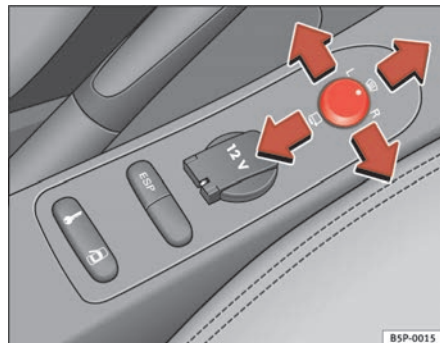

Fig. 91 Regolazione degli specchi retrovisori esterni
1. In primo luogo, ruotare la manopola ⇒ **fig. 91** portandola nella posizione **L (specchietto esterno sinistro)**.
- Per riscaldare gli specchietti retrovisori termici e per attivare la funzione parabrezza riscaldabile* nella zona di riposo delle spazzole, girare il comando in avanti sulla posizione centrale ⇒ **fig. 91**  ⇒ pag. 125.
- Per far ripiegare su se stessi gli specchietti esterni si deve ruotare la manopola ⇒ **fig. 91** portandola nella posizione . Si consiglia di richiudere sempre gli specchietti esterni quando si porta il veicolo all'autolavaggio, altrimenti potrebbero danneggiarsi.